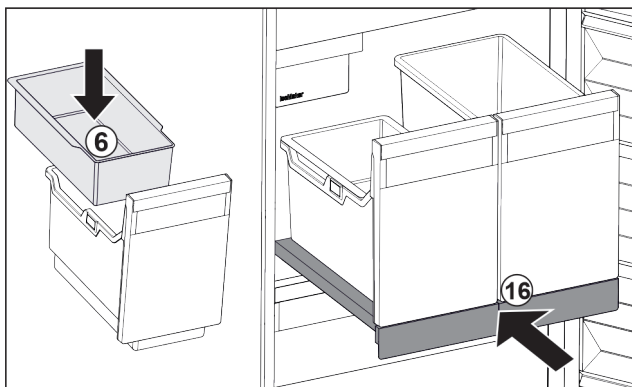

Fig. 201
- Vendosni taslin me varje Fig. 201 (6) për kubat e akullit.
- Shtyni brenda raftin me tërheqje me kutinë (IceTower). Fig. 201 (16)